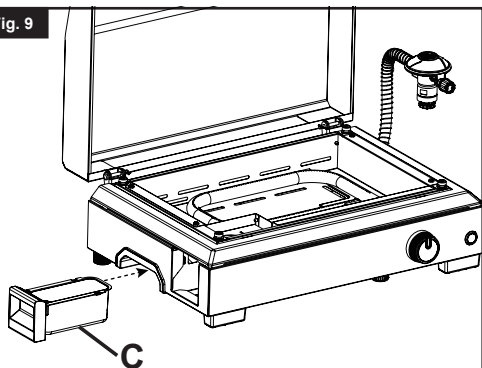

Fig. 10
- Que les brûleurs ne sont pas bouchés ou obstrués (p. ex. par des toiles d'araignée). (Fig. 10)